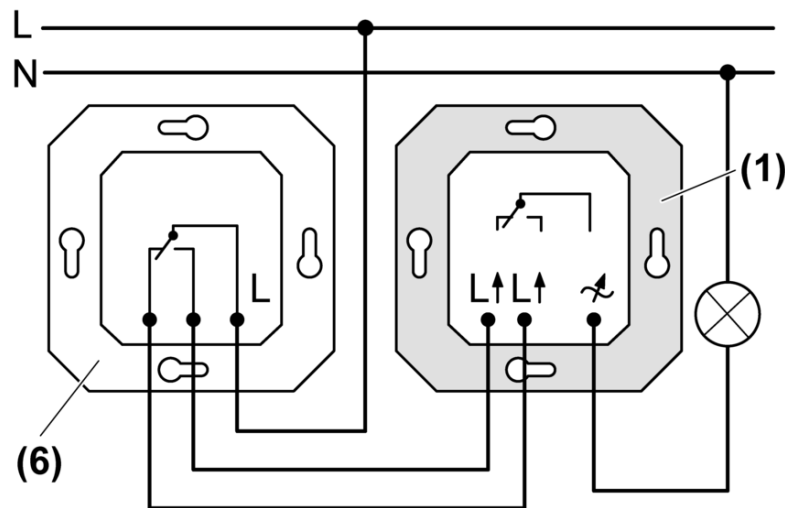

Bild 3: Wechselschaltung
- Dimmer (1) und Wechselschalter (6) gemäß Anschlussplan anschließen (Bild 3)